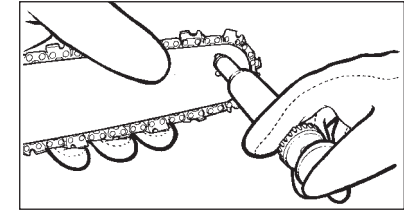

рис. 20
- Возьмите смазывающий шприц (не входит в комплект), вставьте иглу в отверстие для смазывания и впрысните смазку, чтобы она выступила на внешнем краю звёздочки (рис. 20).